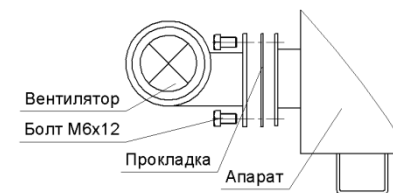

Рис.4 Монтаж вентилятора
- вентилятор, за допомогою чотирьох шайб і болтів, прикріпити до фланця, який знаходиться на задній стінці корпусу див. рис.4